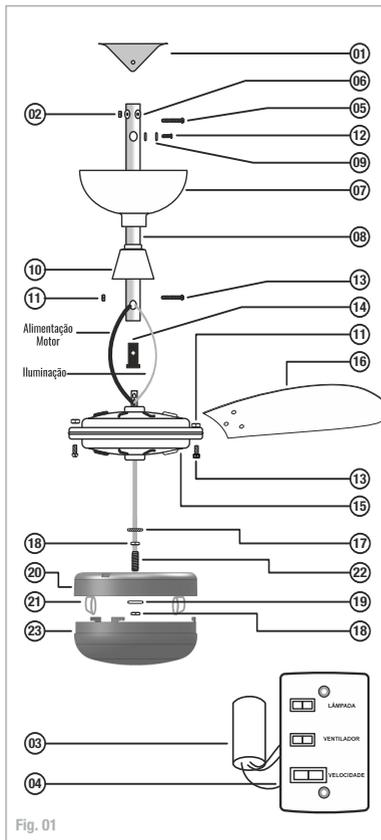
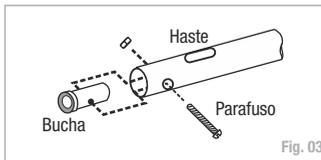

Fig. 01
Fig. 03
1. Coloque o copinho (10) na haste (8) pela parte inferior a canopla (07) pela parte superior. Fig. 01.
2. Encaixe a bucha (14) na parte inferior da haste. Fig. 03.
3. Nos orifícios da haste na parte superior, coloque as borrachas compensadoras (06).
4. Encaixe a haste no eixo do motor, em seguida, passe o parafuso (13), o fio de aterramento deve ser fixo com parafuso (12) no furo que esta localizado na parte superior da haste (8) conforme. Fig. 01.
5. Passe os fios do motor, de iluminação pelo interior da haste pela abertura de passagem. Fig. 01.
3. Depois de realizado o processo para fixar o ventilador, coloque as lâmpadas, e encaixe o acabamento (28) no plafon (27). Fig. 01.